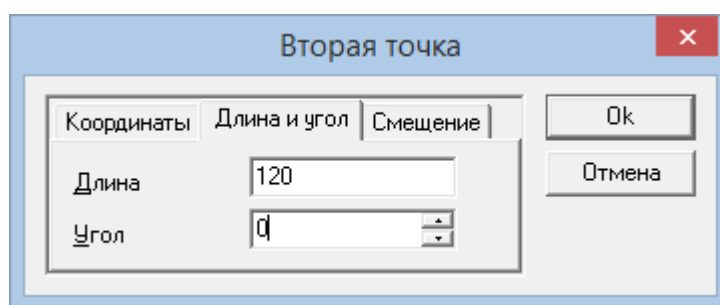

Рис. 9.3
- на вкладке «**Длина и угол**» открывшегося диалогового окна «**Вторая точка**» (рис. 9.3) задать длину создаваемого отрезка и угол его наклона относительно горизонтальной оси. При первоначальном открытии диалогового окна «**Вторая точка**» в его полях ввода записаны текущие значения длины и угла динамического объекта.